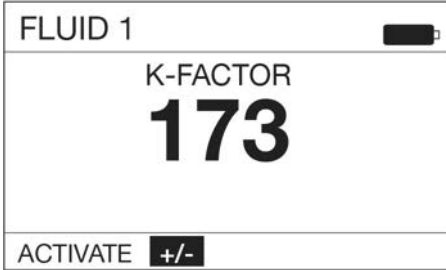

FIG. 65
2. Use el botón de flecha DERECHA del teclado para resaltar la opción +/- y pulse el botón INTRO central en el teclado para seleccionar dicha opción (Fig. 65).
NOTA: Si selecciona la función VOLVER en esta pantalla, regresará a la pantalla anterior (mostrada en FIG. 65).